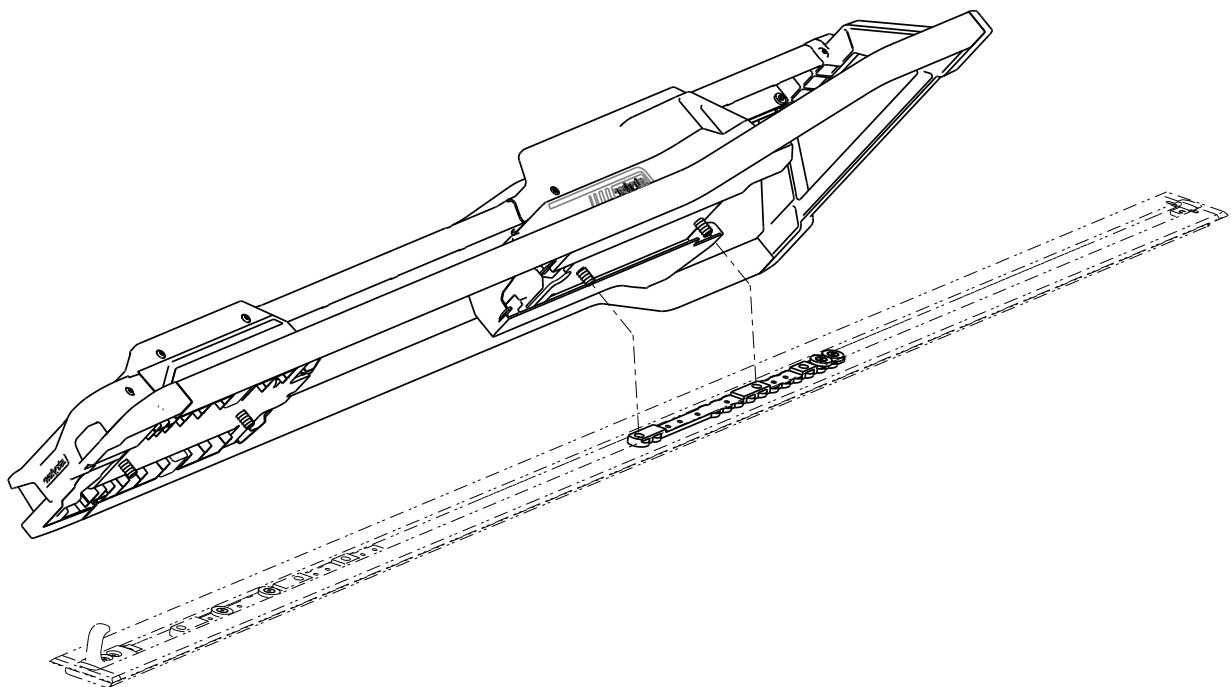

Figura 11 – Alinierea Performance-LOAD
1. Amplasați **Performance-LOAD** peste ansamblul plăcii de podea. Aliniați cele două șuruburi de la capătul pentru cap cu cele două orificii din crampon (Figura 11).